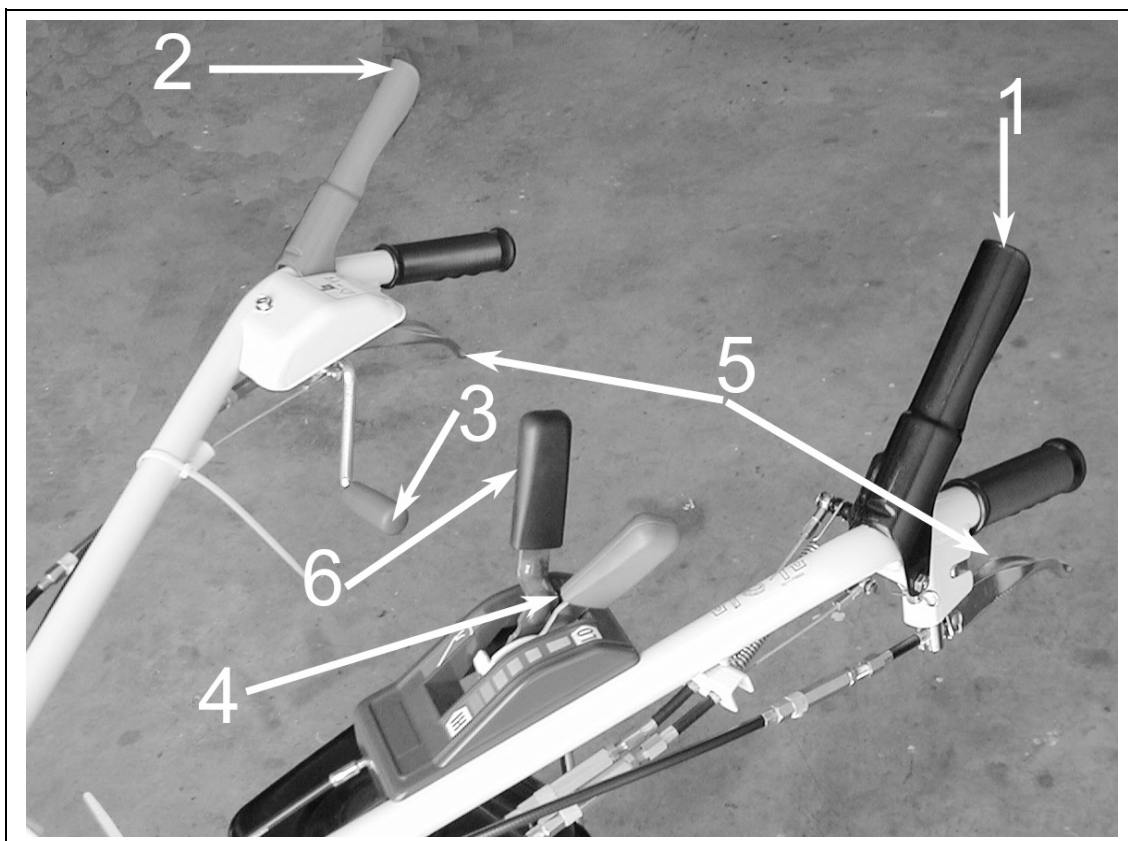
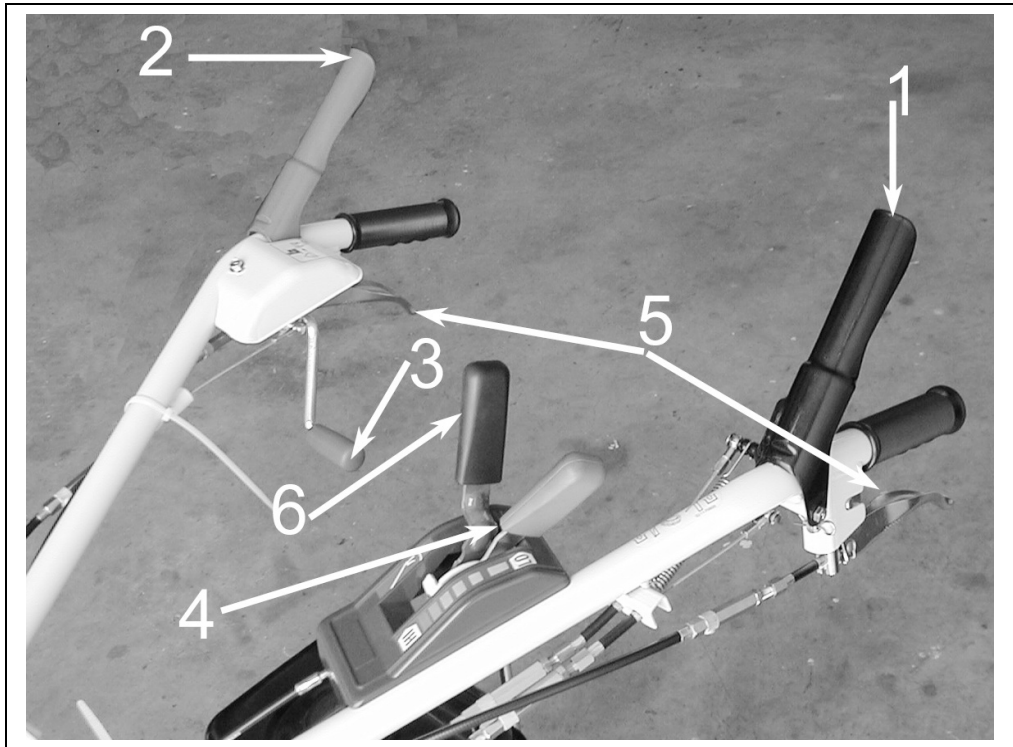

Figure 8
Figure 10
Appuyez sur la poignée (figure 8, repère 6) pour ajuster la hauteur du mancheron à votre morphologie.
- Pour embrayer le rotor, appuyez et maintenez la poignée (figure 10, repère 2), puis tirez doucement la poignée d'embrayage du rotor (figure 10, repère 3).
- Actionnez la poignée d'avancement (figure 10, repère 1), puis accélérez à fond. Le débroussaillage débute.
- Relâchez les poignées d'avancement (figure 10, repère 1) et d'embrayage de coupe en même temps (Figure 8, repère 2).
- Placez le levier d'accélération sur la position ralenti (Figure 8, repère 4).